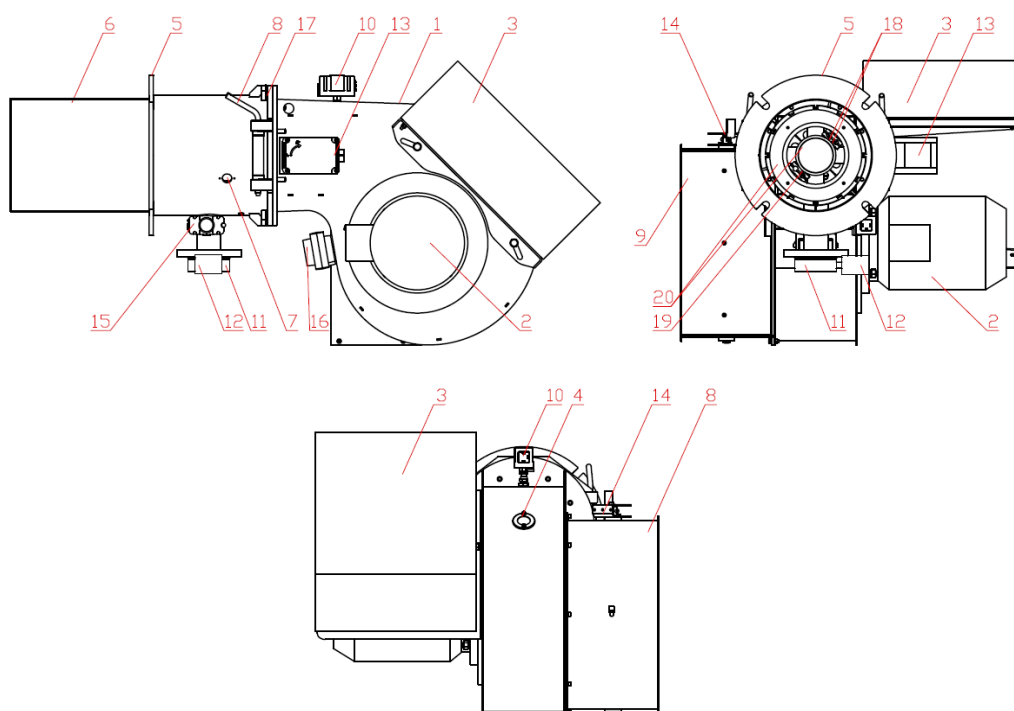

Рис.1. Общий вид устройства горелочного серии Т-2.165 G.E.
1.3.1 Состав устройства горелочного серии Т-2.165 G.E и размещение составных частей показаны на рис.1.